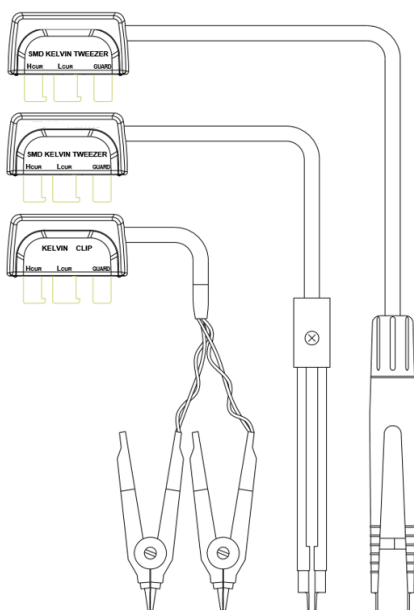

Рисунок 13 - 4-проводные тестовые аксессуары
3. Вставьте измеряемую индуктивность в испытательные слоты или подключите ее с помощью соответствующего испытательного аксессуара (например, пинцета SMD). см. рис. 13 ниже. На рисунке 13 показаны дополнительные 4-проводные измерительные аксессуары.